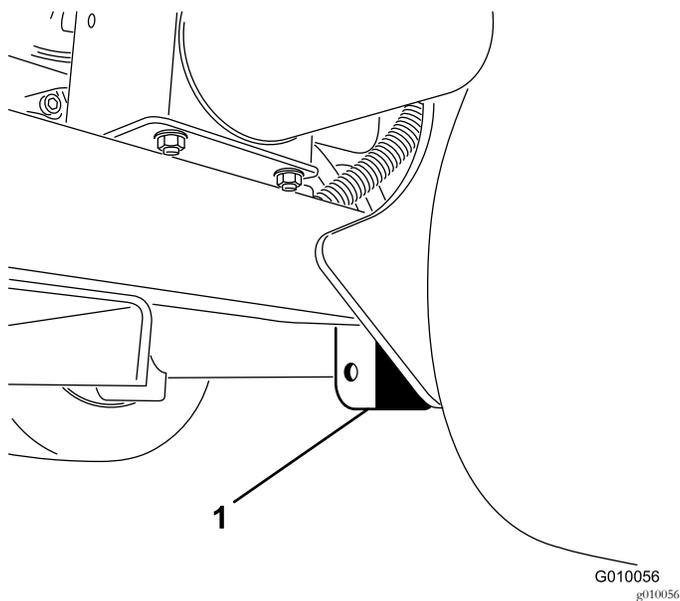

Рисунок 41
3. Надежно разместите домкрат под плитой рамы сразу за задним колесом (Рисунок 41).